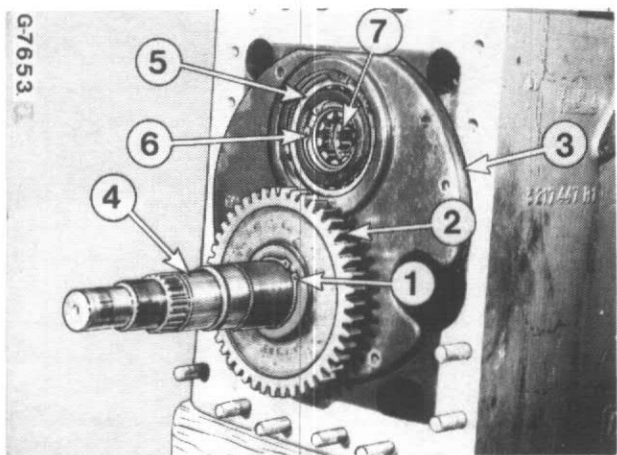

Figure 72
Déposez les pièces (1-3, Fig. 72) dans l'ordre indiqué par les numéros de repère.
A l'aide d'une massette en plastique (pas de caoutchouc), déplacez le couvercle (3, Fig. 72) vers l'avant jusqu'à ce qu'il se dégage des tétons de centrage. Déposez l'arbre intermédiaire avant (4).
Montez l'arbre intermédiaire avant, avec le circlip arrière et le pignon (4, Fig. 72). Insérez le pignon (10) et remontez le couvercle de roulement (3, Fig. 76).
Réchauffez le pignon (2, Fig. 72) dans un bain d'huile chauffé à 70-80°C et remettez-le sur l'arbre.